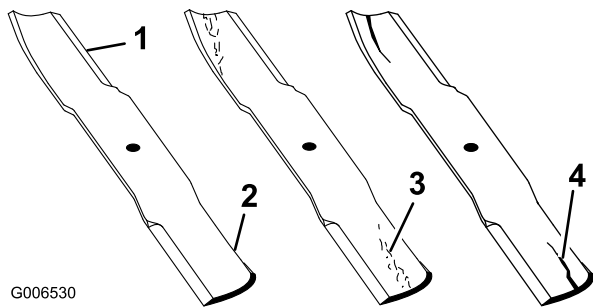

Figure 53
1. Examinez le tranchant des lames (Figure 53). Si les lames ne sont pas suffisamment coupantes ou présentent des indentations, déposez-les et affûtez-les. Voir Affûtage des lames.
2. Inspectez les lames, surtout la partie relevée (Figure 53). Remplacez immédiatement toute lame endommagée, usée ou qui présente une entaille (Figure 53).